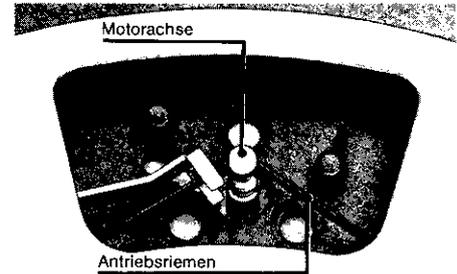

Abb. 4
4. Austausch des Antriebsriemens (Abb. 4)